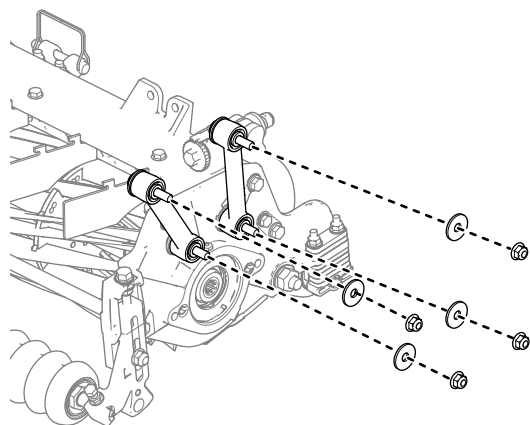

Figura 21
1. Rimuovete i dadi e le rondelle che fissano i tiranti di sollevamento alla piastra laterale dell'apparato di taglio e al telaio portante (Figura 21). Smaltite le rondelle.